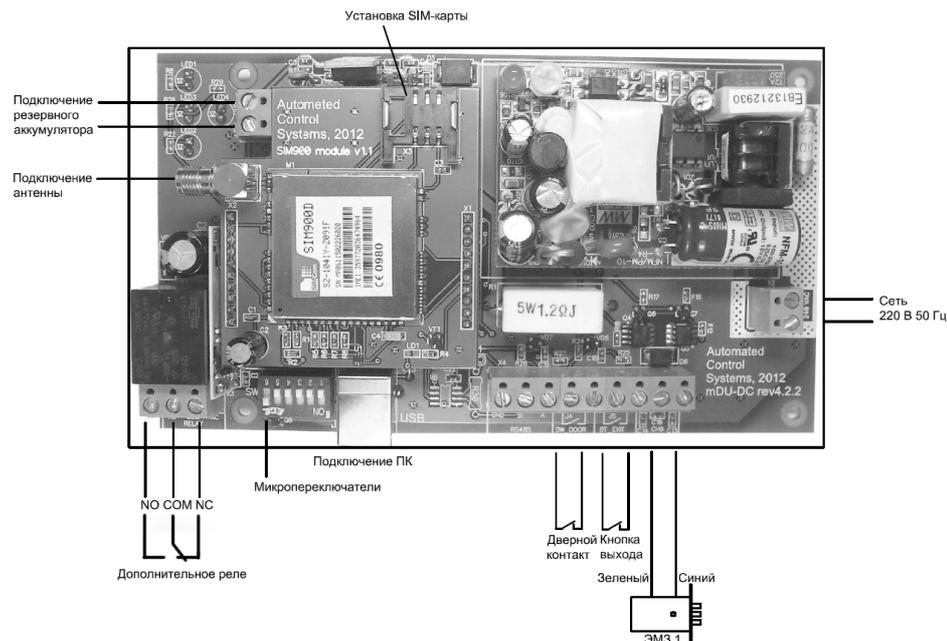

Рисунок 2. Внешний вид платы БУ с описанием внешних подключений
Датчик двери подключается к входу SW_DOOR клемника J4 (см. п.5.7 и рисунок 2 настоящего руководства).
Для открытия замка изнутри квартиры без использования радиобрелока, на БУ предусмотрен вход для подключения кнопки. При наличии кнопки, удержание кнопки в нажатом состоянии более 1 секунды приведет к открытию замка (если такая функция разрешена). Кнопка должна быть с нормально-разомкнутыми контактами и подключается к входу ВТ_EXIT клеммника J5 БУ (см. п.5.7 и рисунок 2 настоящего руководства).
1. В соответствии со схемой подключения (рисунок 2) подключить к БУ датчик положения двери и ЭМЗ.
1. В соответствии со схемой подключения (рисунок 2) подключить к БУ ЭМЗ.